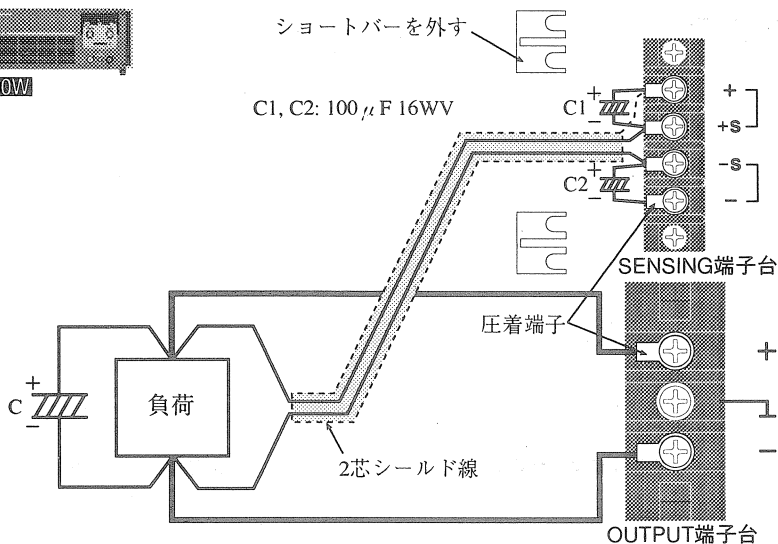

図 3-1B リモートセンシングの接続 (1000W モデル)
- ・ 1000W モデルを使用されている方は、図 3-1B を参照してください。